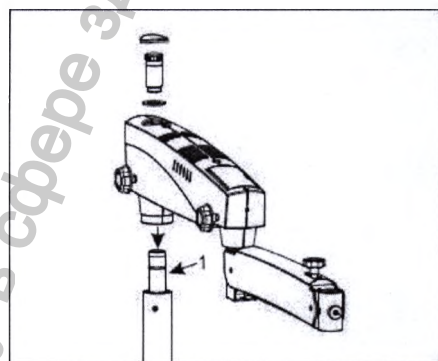

Рис. 6
Установите поворотное плечо на вертикальном шарнире (1). Смотрите рисунок 6.